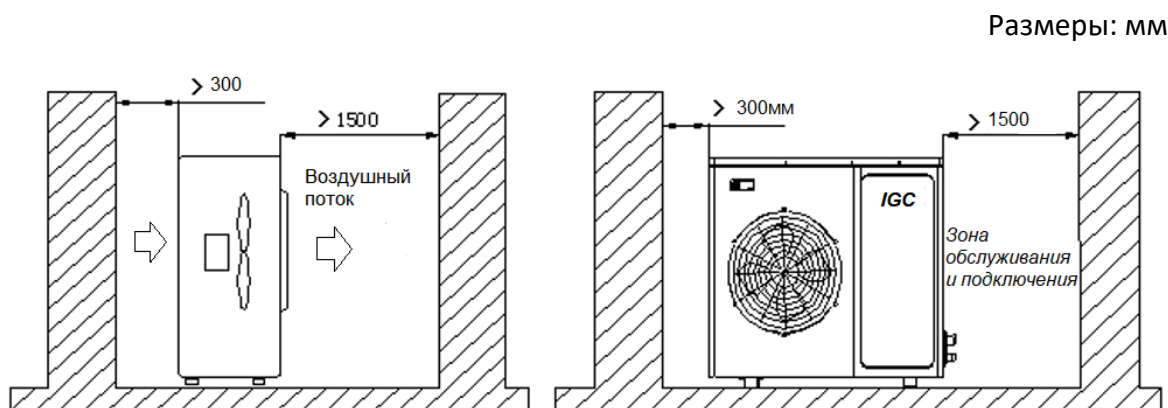

Рис.2.1
2.4.1 Для нормального воздухо- и теплообмена, а также выполнения требований электрической безопасности и условий технического обслуживания необходимо обеспечить пространство возле блоков согласно рис.2.1